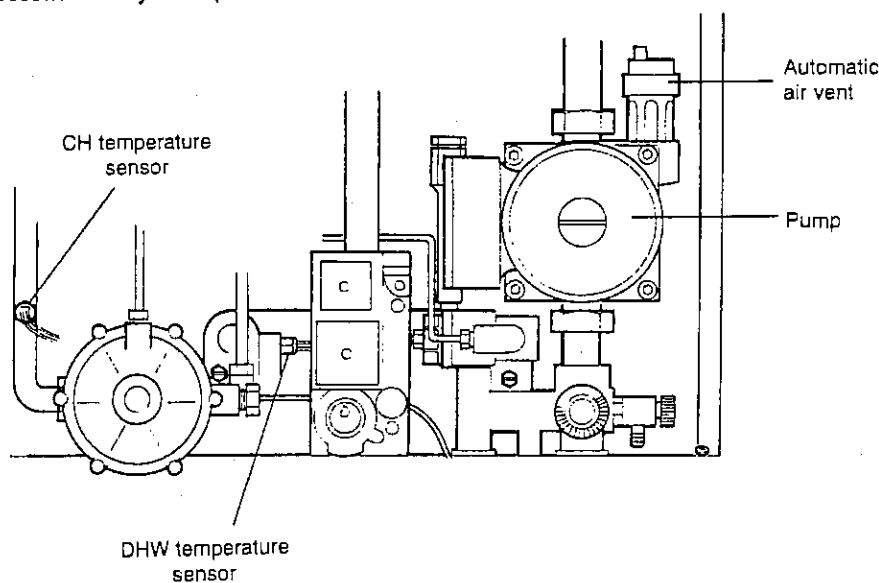

Fig. 30
8.25 TEMPERATURE SENSORS - Fig. 30
8.26 AUTOMATIC AIR VENT - Fig. 30
8.27 PUMP - Fig. 30